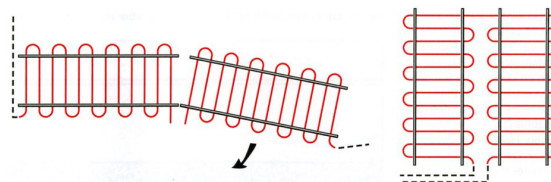

Bild 2. Verlegebeispiel
2. Die im Plan vorgegebene Form wird erreicht, indem das Glasfasergewebe an der vorgegebenen Wendestelle durchgeschnitten wird (Bild 2). An der Schnittstelle wird der Heizleiter aufgebogen und die folgende Bahn parallel zur ersten Bahn verlegt. Bei Bedarf kann dieser Vorgang mehrmals wiederholt werden. Das bzw. die Anschlußenden (Kaltleiter) werden seitlich an den Heizmatten vorbei bis zur Anschlußdose geführt.